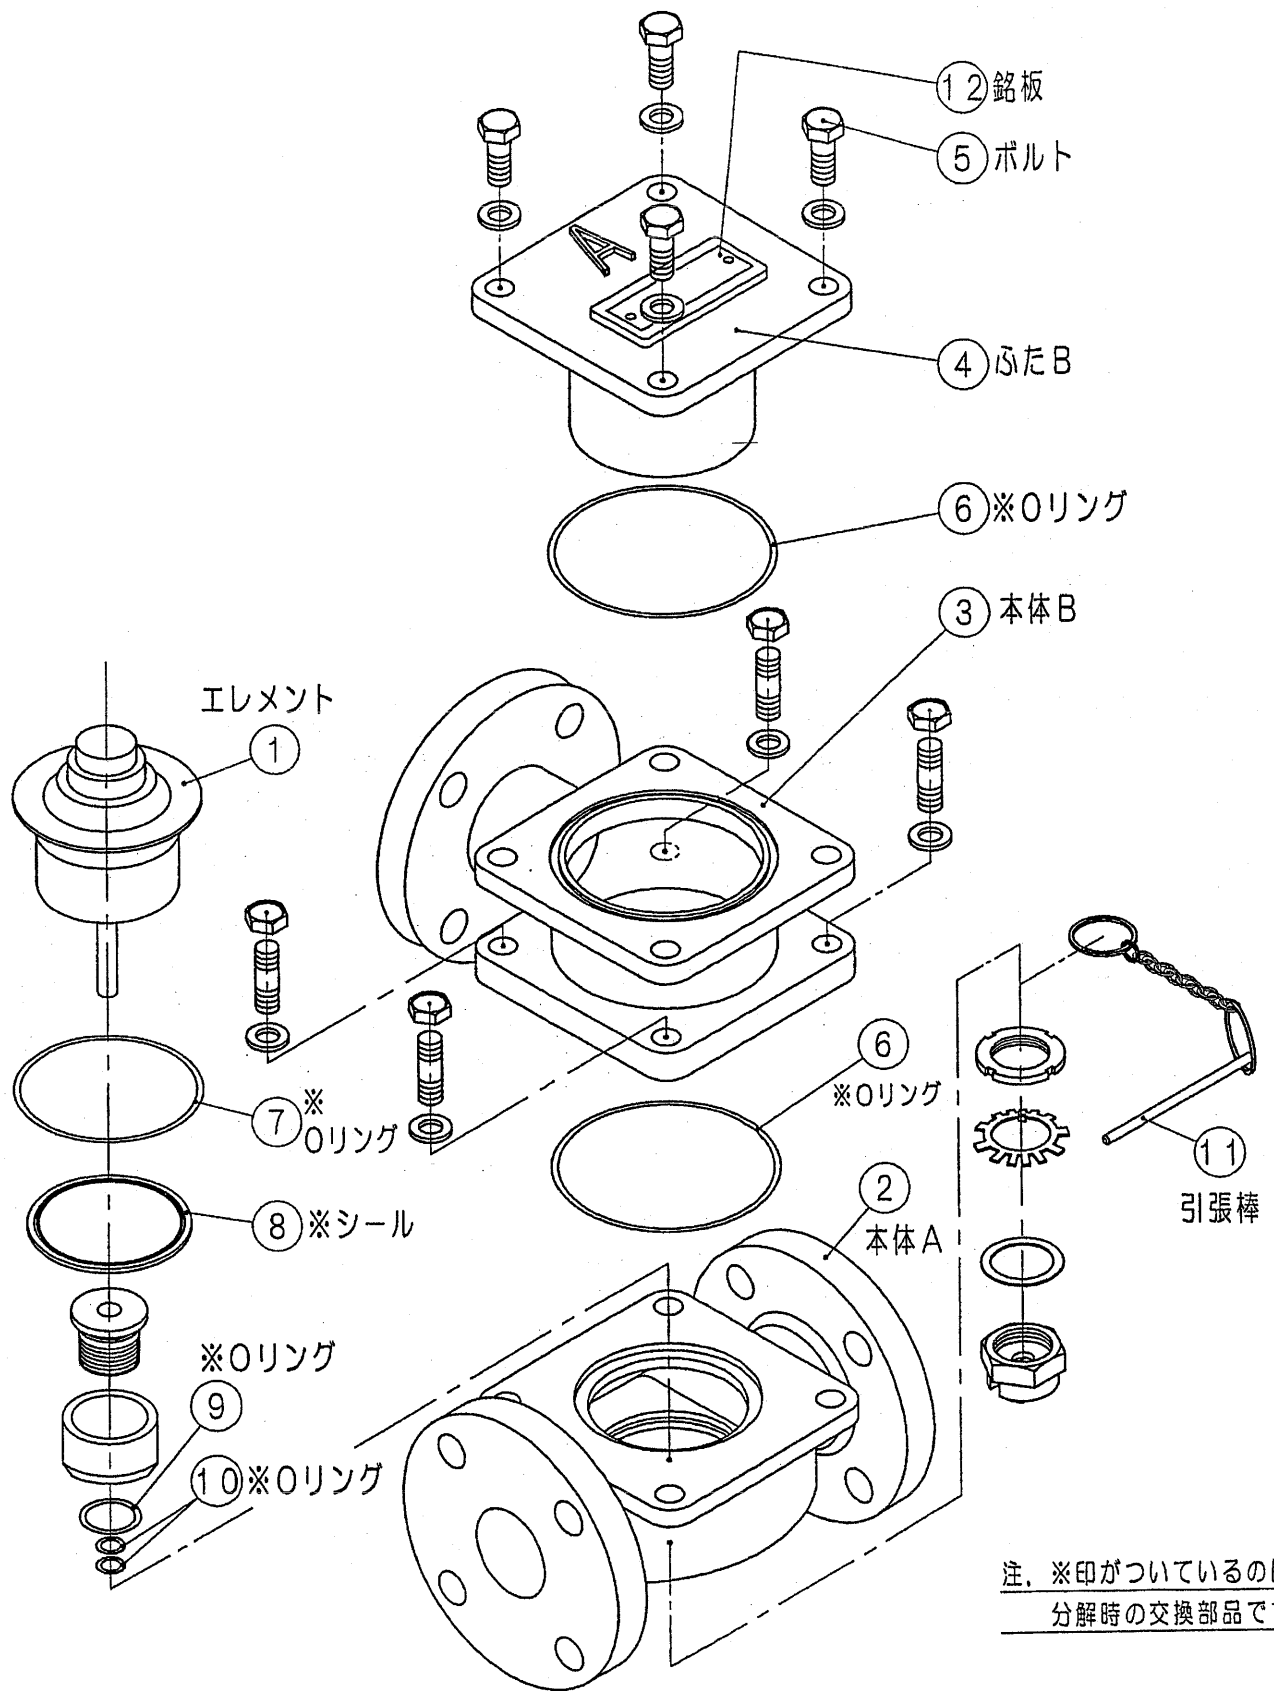

図6 分解・組立図
- (1) 交換する部品については図6を参照ください。
- (2) Oリングには組立時、組立補助材としてプラスティループNO. 3を塗布してください。
- (3) 交換部品は原則として分解時交換してください。